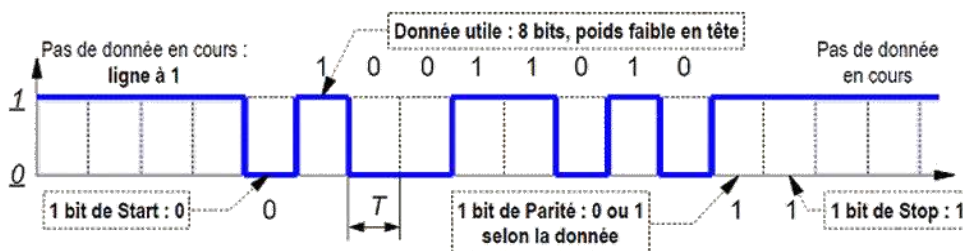

Figure 6 : Protocole UART
Dans l'exemple de la *figure 6*, l'octet envoyé est  $(01011001)_2 = (59)_{16}$ .